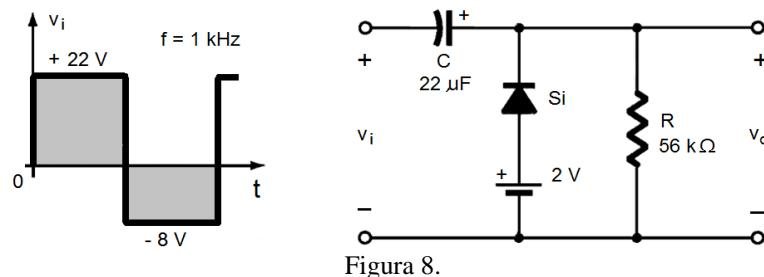

Figura 8.
**Resp.:** para o circuito da Figura 8 (a),  $v_o$  é uma onda quadrada com variação entre os valores de  $0 \text{ V}$  e de  $+40 \text{ V}$  ( $\Delta v_o$  de  $40 \text{ V}_{\text{pp}}$ ); para o circuito da Figura 8 (b),  $v_o$  é onda quadrada variando entre  $-5 \text{ V}$  e  $+35 \text{ V}$  ( $\Delta v_o$  de  $40 \text{ V}_{\text{pp}}$ ).
**Questão 8** - Para o circuito da Figura 8, com  $v_i(t)$  de  $20 \text{ V}_{\text{pp}}$  - onda quadrada em 1 kHz - pede-se: